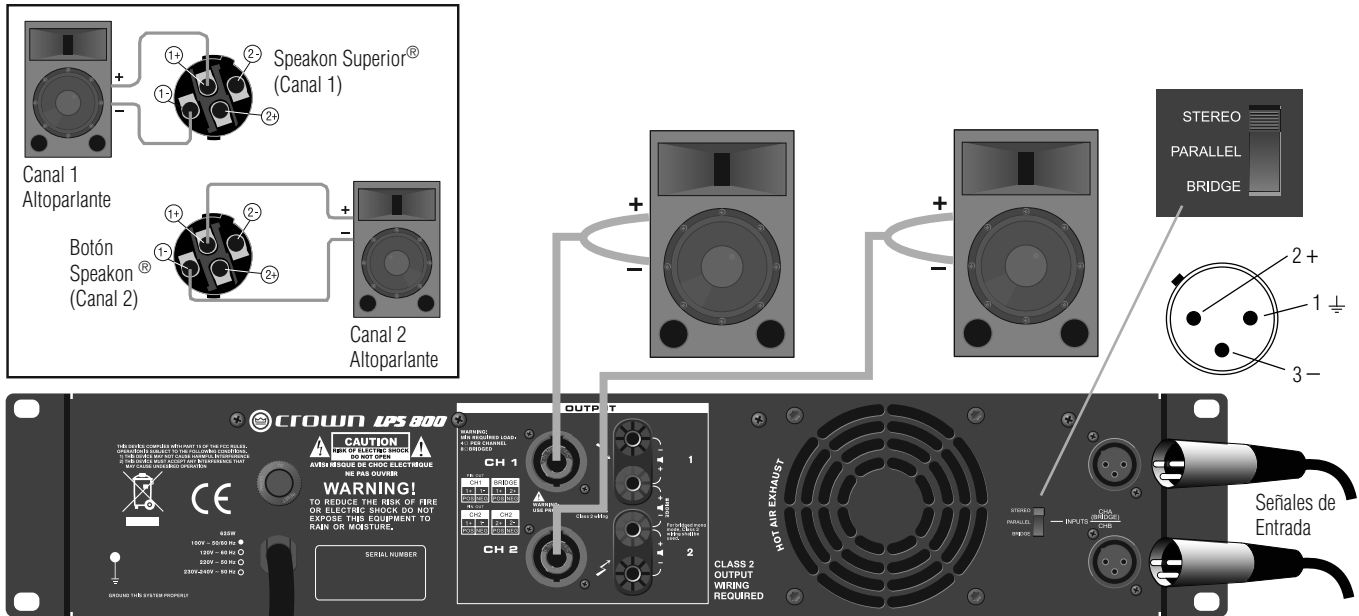

Figura 3. Estéreo (Dual) Cableado con Speakon® Conectores
1. Ver Figura 3. En el panel posterior, colocar el Botón Modo Salida en ESTÉREO.